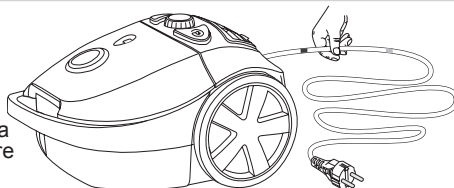

Figura 5
- ⚠ Accompagnare il cavo durante l'avvolgimento. In caso contrario il cavo potrebbe aggrovigliarsi oppure la spina potrebbe urtare violentemente contro la parte posteriore dell'apparecchio. Prendere delicatamente la spina in mano vicino alla marcatura, e lasciarla sfilare tra le dita verso l'interno in modo controllato (vedere la figura 5).